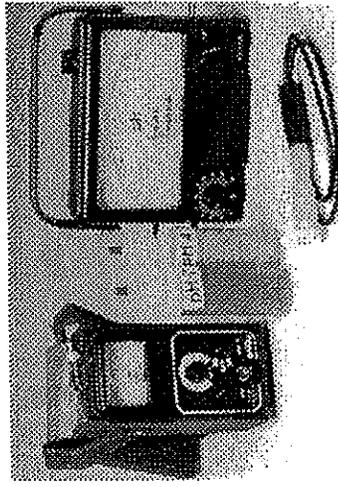
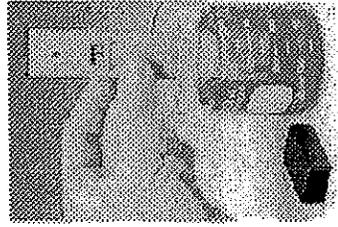

figura 2
figura 3
**Potenciómetro** - Mide la acidez de la solución. En modelos análogos la lectura se mide en un rango de 2 al 12 ó del 0 al 14. (Ver figura 2). En modelos digitales la lectura se mide en un rango de 1 al 14. (Ver figura 3)